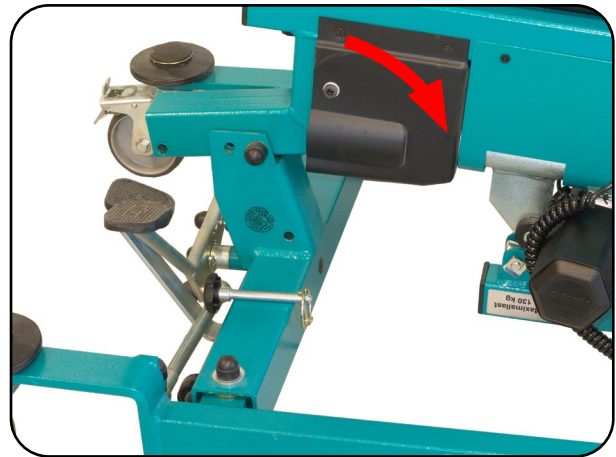

Abbildung 20
16. Entfernen Sie an der Standmastaufnahme den Bolzen mit Klappsplint und klappen Sie den Standmast nach vorne (Abbildung 20).